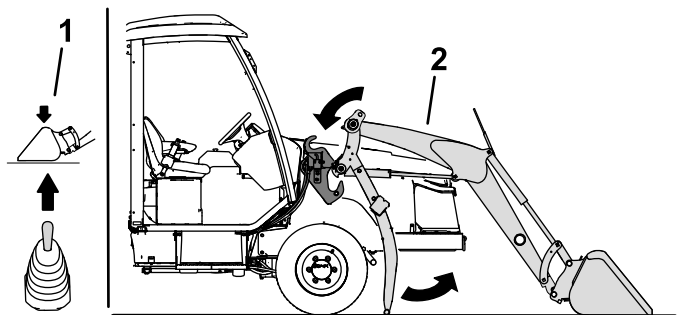

Figure 55
6. Démarrez le moteur et abaissez les bras de la chargeuse dans les supports sur le cadre à l'aide du levier multifonction de la chargeuse (Figure 55).